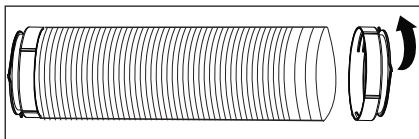

Fig. 6
3. Forleng den andre enden av slangen, og skru den fast til overgangsstykke B (Fig. 6).